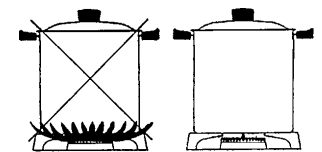

Рис. 11
7.8.6 Для эффективного использования горелок стола следует выбирать кастрюли перечисленных ниже размеров: вспомогательная горелка - диаметр 120-160 мм, горелка полубыстрого действия - диаметр 180-200 мм, горелка быстрого действия - диаметр 220-240 мм. Режим работы горелок должен быть таким, чтобы пламя не выходило за края кастрюли см. рис. 11. **Использование кастрюлей большего диаметра приведёт к выходу из строя горелки стола.**